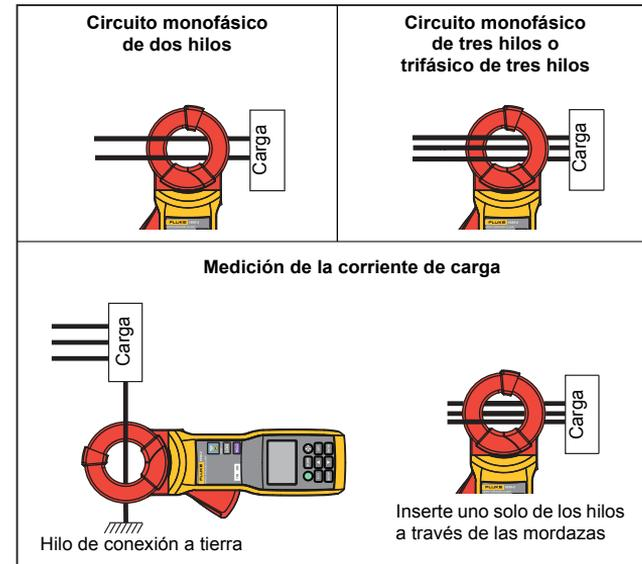

Figura 9. Medida de corriente de fuga de CA
4. Fije la pinza al conductor, electrodo o varilla de tierra para la realización de la medición. La Figura 9 muestra varios tipos de conexión para medir la corriente de fuga de CA.